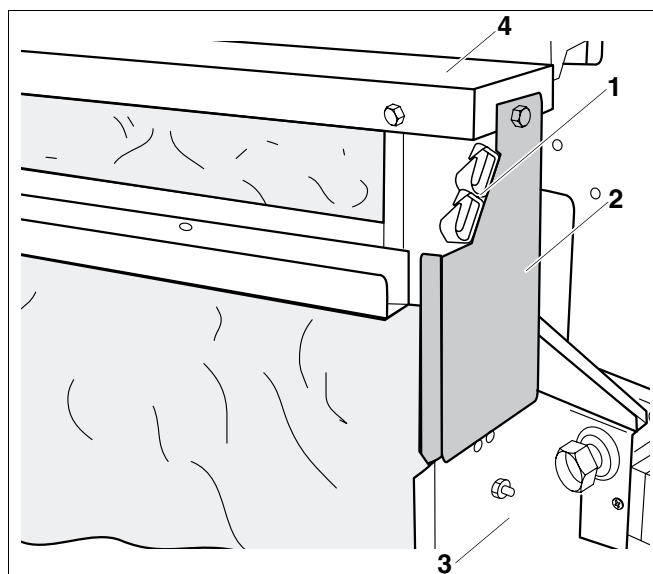

Fig. 58 Montarea capacului cauanului
- Se introduce capacul cazanului (fig. 58, **poz. 2**) la peretele din spate în stînga și dreapta (fig. 58, **poz. 3**) și se fixează de carcusele laterale ale cazanului (fig. 58, **poz. 4**). Eventual desfaceți puțin capacul din spate.
- Se fixează suportul (fig. 58, **poz. 1**) de cablu.